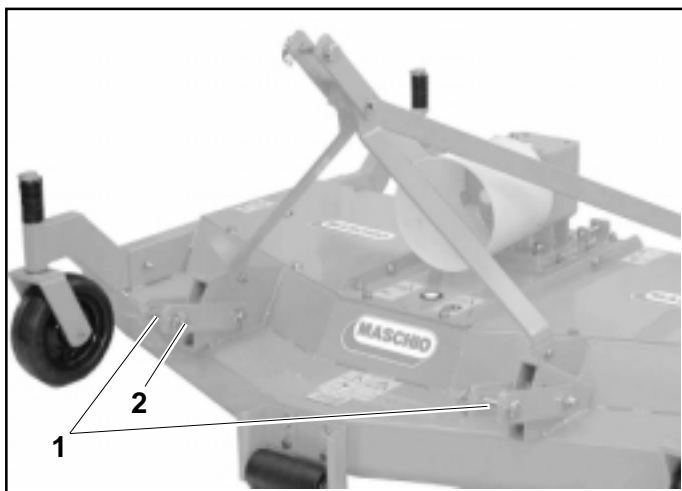

Fig. 6
- Con perni già inseriti (1 Fig. 6), accostare le barre parallele del trattore all'interno delle bielle ed inserirle nei perni, bloccando il tutto con le copiglie a scatto (2 Fig. 6).
- *With the pins already inserted (1 Fig. 6), near the parallel tractor links to the outer side of the plates and fit them on to the pins, locking the parts together with the snap pins (2 Fig. 6).*
- Mit schon eingesteckten Bolzen (1 Abb. 6) die Unterlenker des Traktors auf die Außenseite der Platten bringen und sie in die Bolzen stecken, um dann alles mit den einrastenden Sicherheitssplinten (2 Abb. 6) zu befestigen.
- *Avec les axes déjà insérés (1 Fig. 6), approcher les bras inférieurs du tracteur à l'extérieur des plaques et les introduire dans les axes, en bloquant l'ensemble avec des goupilles (2 Fig. 6).*
- Con los pernos ya inseridos (1 Fig. 6) arrimar las barras paralelas del tractor al externo de las placas e introducirlas en los pernos, bloqueando todo el conjunto con los pasadores de disparo (2 Fig. 6).